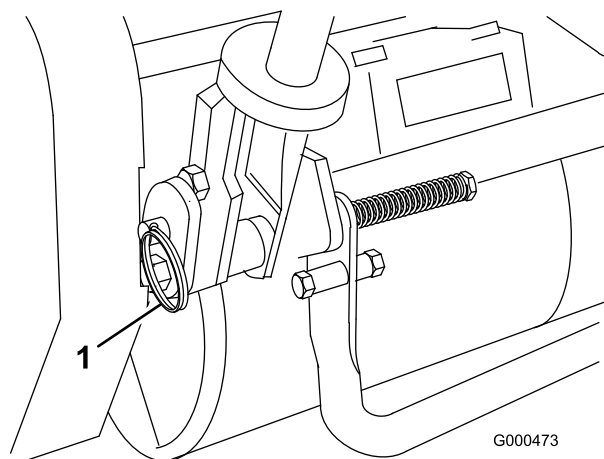

Figure 6
2. Soutenez le guidon et retirez les axes de chape de chaque côté pour monter ou descendre le guidon à la hauteur voulue (Figure 6).
1. Retirez les goupilles fendues des axes de chape de chaque côté de la tondeuse (Figure 6).